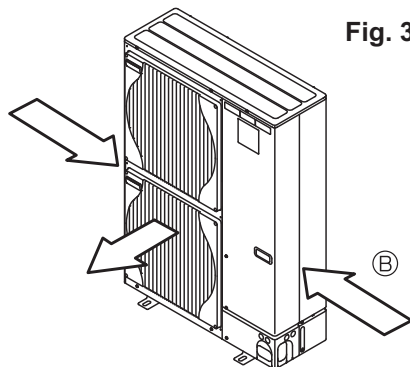

Fig. 3-4
- ③ Se possibile, posizionare l'unità in modo che la bocca di uscita soffi perpendicolarmente alla direzione del vento stagionale. (Fig. 3-4)